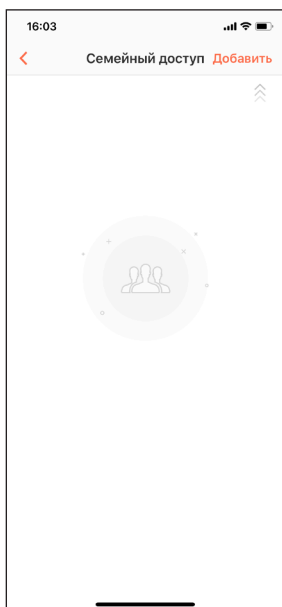

Рис. 16
8. Если Вы хотите поделиться доступом с другими, нажмите «Настройки» - «Семейный доступ» - «Добавить» [Рис. 16], введите учетную запись другого пользователя и добавьте его [Рис. 17].